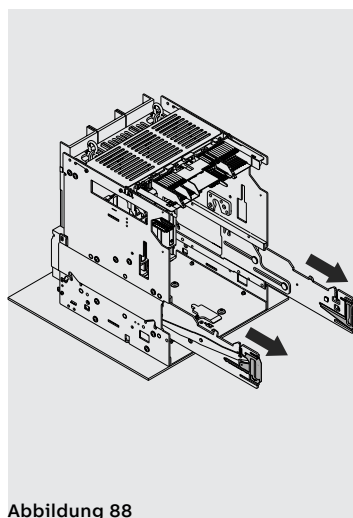

Abbildung 88
3. Die Führungen des festen Teils herausziehen, indem man die entsprechenden Hebel in die Hände nimmt. Siehe Abbildung 88.